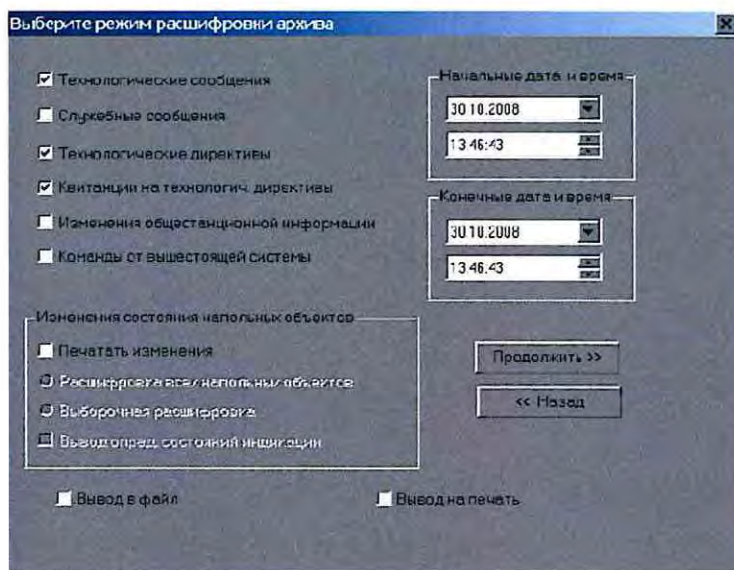
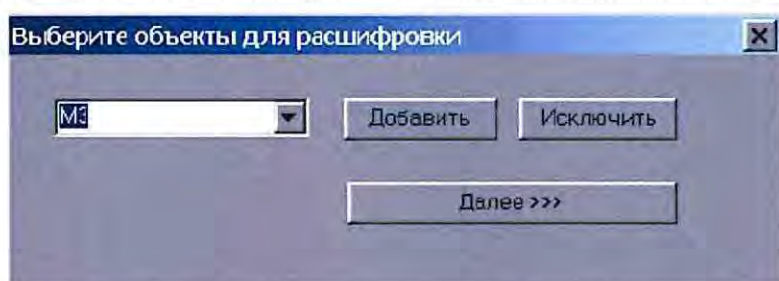

Рисунок 3. Выбор режима расшифровки архива.
Рисунок 4. Окно для выбора конкретного объекта.
7.1.4 Задать режим «Расшифровка архива» и нажать виртуальную кнопку «Продолжить>>>», после чего появится окно диалога для выбора режима расшифровки архива (Рисунок 3).
(Рисунок 3) необходимо установить временной интервал, в пределах которого будет производиться расшифровка. Необходимо указывать начальное время расшифровки архива не менее чем за 1 час до начала требуемого для анализа интервала. В противном случае первый час расшифровки может быть представлен некорректно. Под технологическими сообщениями понимаются сообщения системы о ходе технологического процесса на станции. Под служебными сообщениями понимаются сообщения системы о состоянии микропроцессорной аппаратуры. Под технологическими директивами понимаются управляющие директивы, заданные ДСП. Под квитанциями на технологические директивы понимаются сообщения системы о получении управляющей директивы, заданной ДСП. Изменения общестанционной информация включает сведения о наличии фидеров питания, о контроле мигания, контроле включения пригласительного сигнала, контроле изоляции, контроле предохранителей, контроле исправности батареи, режиме горения огней светофоров, состоянии аппаратуры ЭЦ-ЕМ (УВК, УСО, УСОБК), и другую информацию, не относящуюся к конкретным напольным объектам.
7.1.6 Для получения изменения состояния напольных объектов, нужно проставить галочку в соответствующем поле диалогового окна (рисунок 3), после чего станут доступны дополнительные поля «Расшифровка всех напольных объектов» и «Выборочная расшифровка». Представляет возможность оптимально настроить программу - обработчик архива в соответствии с полнотой информации, требуемой для изучения. При выборочной расшифровке нужно отказаться от расшифровки информации обо всех напольных объектах, и ограничиться указанием нескольких из них. В этом случае на монитор ПЭВМ РМ ДСП выдается окно запроса о конкретных объектах, требующих расшифровки (Рисунок 4).